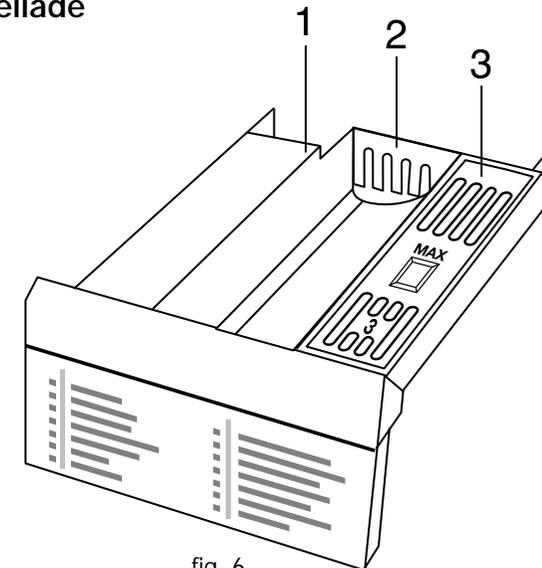

fig. 6
De wasmiddellade heeft drie vaste vakken (zie fig.6):
- U kunt de wasmiddellade (fig. 6) uit het apparaat halen door de lade zover mogelijk (tot de stuit) uit te trekken. Daarna de lade rechtsachter indrukken en uit het apparaat trekken.
- Toerental centrifugeren (3) instellen.
- De vuldeur openen, wasgoed in de machine doen (11).
- Let op, dat de hoeveelheid\* wasverzachter niet boven de aangegeven MAX markering in het wasverzachtervak (fig. 6:3) uitkomt (\*zie aanwijzingen op verpakking).